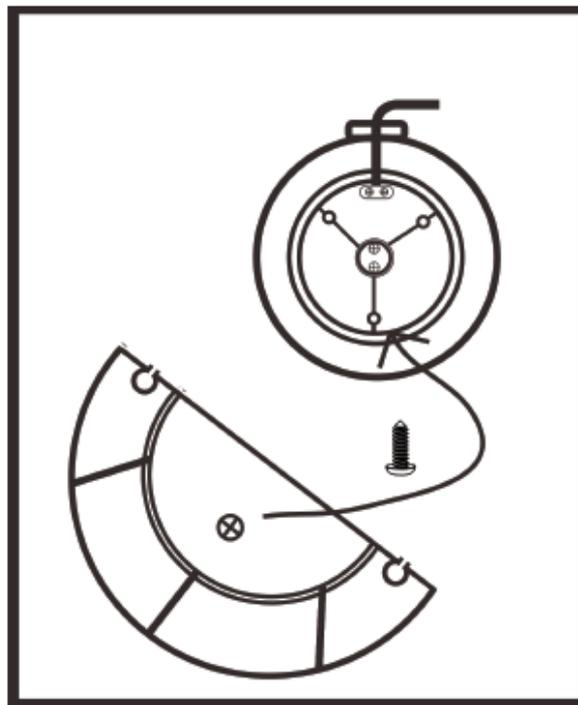

Fig. 4
- Fixez le support (9) à l'aide des vis (10). S'il vous plaît respectez-vous que les vis du pied de support se trouvent déjà au côté inférieure du corps du ventilateur. Desserrez les vis du fond du ventilateur, mettez le pied et montez les vis. Serrez les vis (10) à l'aide d'un tournevis approprié. (voir fig. 4).